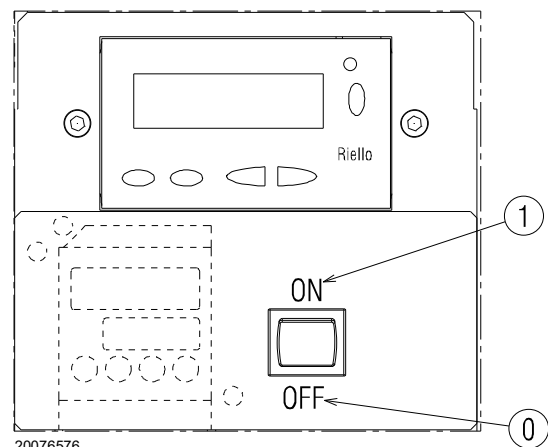

Abb. 25
Schließen Sie die Thermostate/Druckwächter und stellen Sie den Schalter aus Abb. 25 auf "1/EIN".
- Stellen Sie den Schalter aus Abb. 25 auf "0/AUS" und warten Sie, bis das Steuergerät die Abschaltphase ausführt;
Der Brenner befindet sich im Wartestatus bei Wärmeanfrage oder der Wahlschalter "0-1" (Abb. 25 auf S. 27) steht auf Position "0".